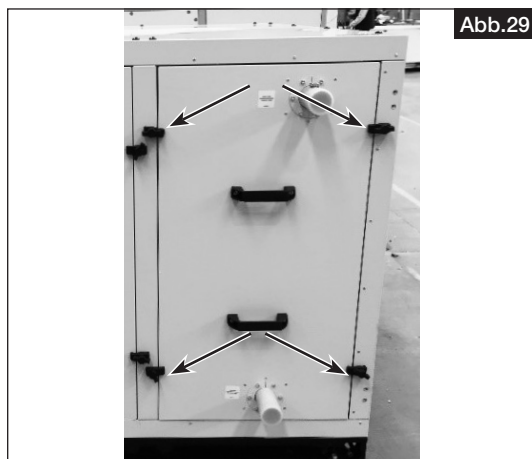

Abb.29
1. Die Blechmetalleile entfernen. (s. Abb. 29)